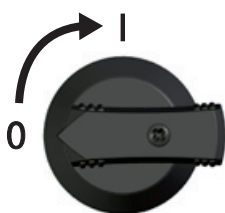

Fig. 11: Poner el interruptor seccionador de CC en la posición **I**.
- Poner el interruptor seccionador de CC del inversor en la posición **I** (Fig. 11). Tras una comprobación de la ENS interna (aprox. 2 minutos), el display ya puede mostrar la potencia inyectada (siempre y cuando se haya producido radiación solar).